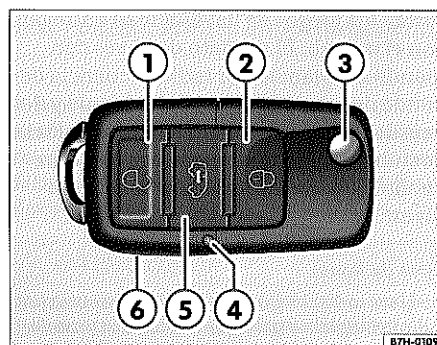

Fig. 18 Llave con mando a distancia para vehículos con puertas corredizas eléctricas
Las teclas ⇒ página 26, fig. 18 ⑤ y ⑥ funcionan únicamente si el vehículo se ha desbloqueado previamente con la tecla ① por completo.